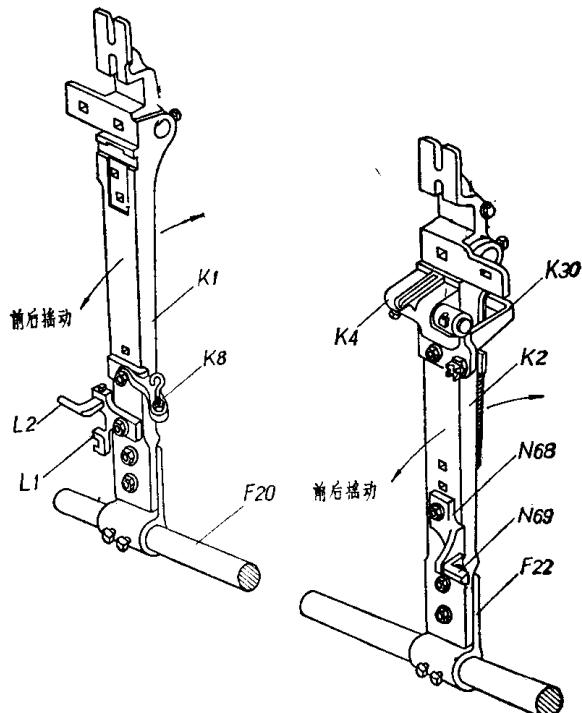

图3 摆松箱座脚托架
9. 为了便于拆卸箱座脚托架 F_{22} ，可先扳松一侧托架上的紧定螺钉，脱开牵手 K_{35} ，摇动箱座脚，使托架松动，如图3所示。用同样方法摇松另一侧托架。张力重锤杆 C_{14} 拆卸前也应摇松；